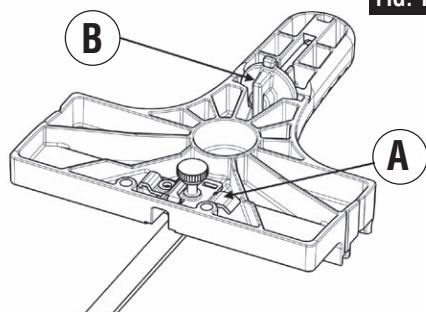

FIG. 11
Le kit d'accessoires JA1010 est utilisé pour effectuer des coupes droites et circulaires rapides et précises. Il comprend le guide, deux brides de fixation pour l'attacher à la scie sauteuse (A) et une cheville centrale pour guider les coupes circulaires (B). Les brides de fixation et la cheville centrale peuvent être rangées sur le guide (Fig. 11).